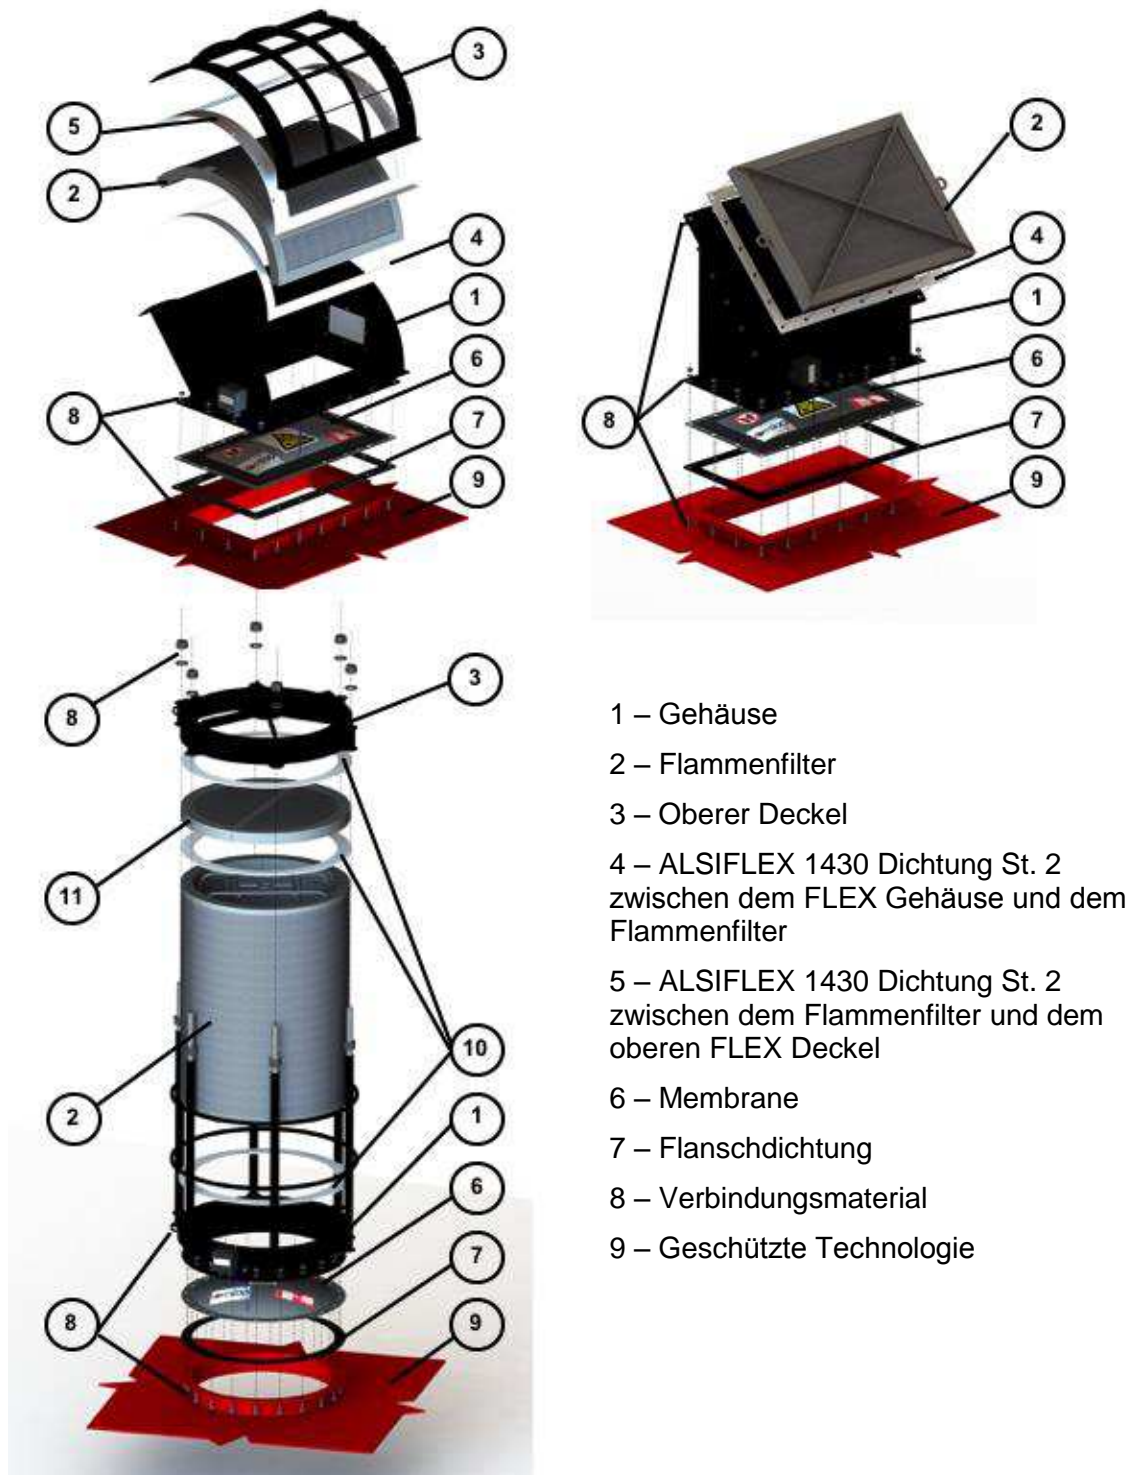

Abb. 15 – Zerlegter Zustand
- 6) In der FLEX befinden sich an zwei Stellen in der Nähe des Flammenfilters aufgeklebte Dichtungen aus dem Material ALSIFLEX 1430 (St. 2) (siehe Abb. 15). Wenn diese Dichtungen nach der Explosion unbeschädigt, nicht verschmutzt und auch sonst vollständig sind, müssen diese nicht ausgetauscht werden. Wenn dies nicht der Fall ist, müssen diese durch neue Dichtungen ersetzt werden.
- 6) Am Gehäuse der FLEX unter dem Flammenfilter befindet sich eine geklebte Dichtung aus dem Material ALSIFLEX 1430 (St. 2) (siehe Abb. 15). Wenn diese Dichtung nach der Explosion unbeschädigt, nicht verschmutzt und auch sonst vollständig ist, muss diese nicht ausgetauscht werden. Wenn dies nicht der Fall ist, muss diese durch eine neue Dichtung ersetzt werden.
- 6) An allen Metall-Metall Verbindungsflächen der FLEX Anlagen dieser Reihe werden Dichtungen aus dem Material ALSIFLEX 1430 (St. 10) (siehe Abb.15) verwendet. Diese Dichtungen müssen immer ausgetauscht werden.
In der unten angeführten Abb. 15 wird der zerlegte Zustand der einzelnen Konstruktionsvarianten des FLEX Produktes veranschaulicht.
- d) **Die Dichtung ALSIFLEX** (der Bemerkung 4,5 und 10 in Fig 15) wird im Fall der Beschädigung gleichzeitig mit dem Flammenfilter geändert. Jede FLEX hat eine einmalige Größe von dieser Dichtung.